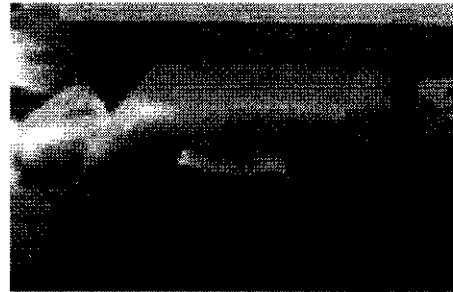

Figura 4. Estado trabado del transductor
4. Luego inserte horizontalmente el conector del transductor en el enchufe hembra del transductor firmemente hasta que alcance completamente el fondo del enchufe hembra, sostenga el conector del transductor y use la otra mano para girar la perilla de cierre a la posición "LOCK" (trabado). Consulte la figura 4.